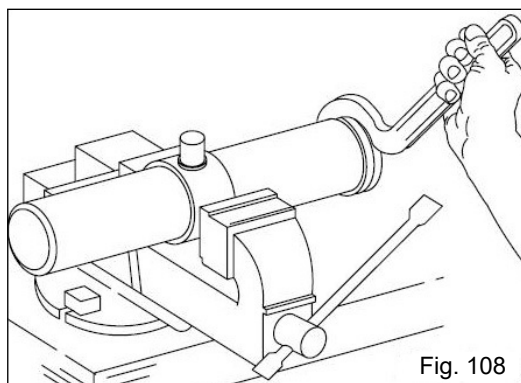

Fig. 108
- Fixe o cilindro em uma morsa (Fig. 108) e, com uma chave especial, solte a porca do guia, retirando a haste com o êmbolo.